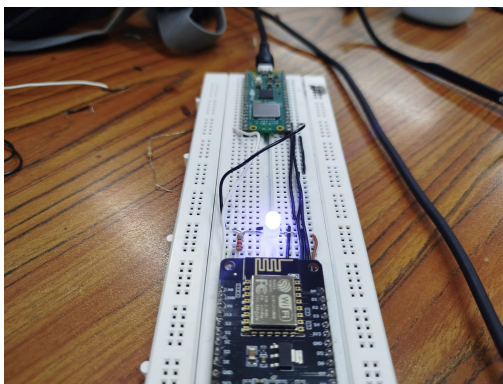

Fig. 9. ESP8266 recibe el byte encender el LED.
El ESP8266 recibió esa información a través de su pin configurado y encendió (Fig9) o apagó Fig (10) el LED conectado a un pin digital.